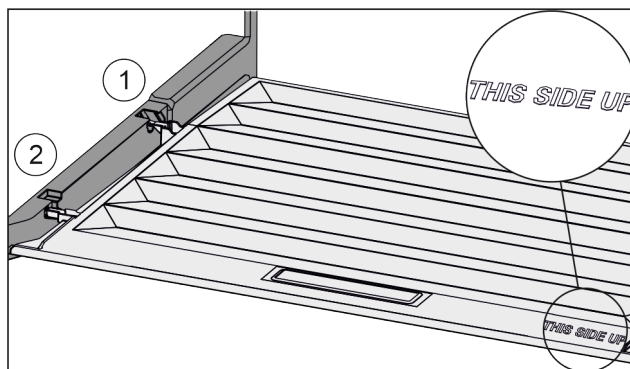

Fig. 84
- Prečke poklopca uvedite preko otvora stražnjeg držača Fig. 84 (1) i uglavite ih u držač Fig. 84 (2).